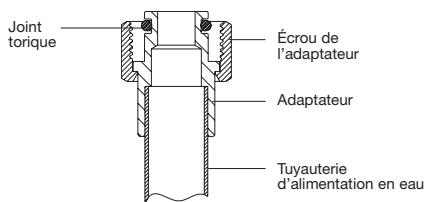

Figure 3A
7. Placez les joints toriques sur les rainures de l'adaptateur (Figure 3A).